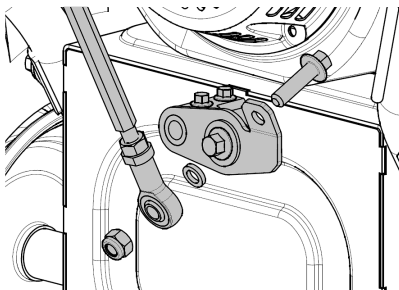

Рис. 11. Установка тяги рычага переключения передач (нижний конец)
- Соедините нижний конец тяги с рычагом на корпусе трансмиссии. Вставьте в отверстие в рычаге болт М8×30, далее установите на болт дистанционную алюминиевую шайбу М8, наконечник тяги и закрутите гайку М8 с неметаллической вставкой (Рис. 11).